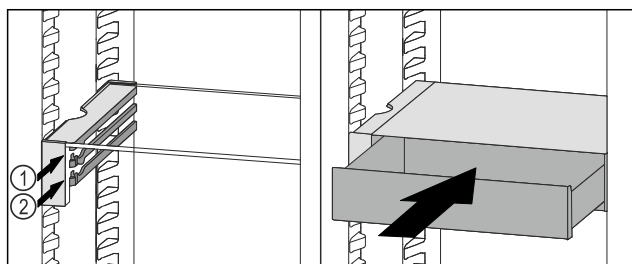

Fig. 246
- Założyć szufladę VarioSafe za stoperami na wybranych żebrach Fig. 246 (1) lub Fig. 246 (2).